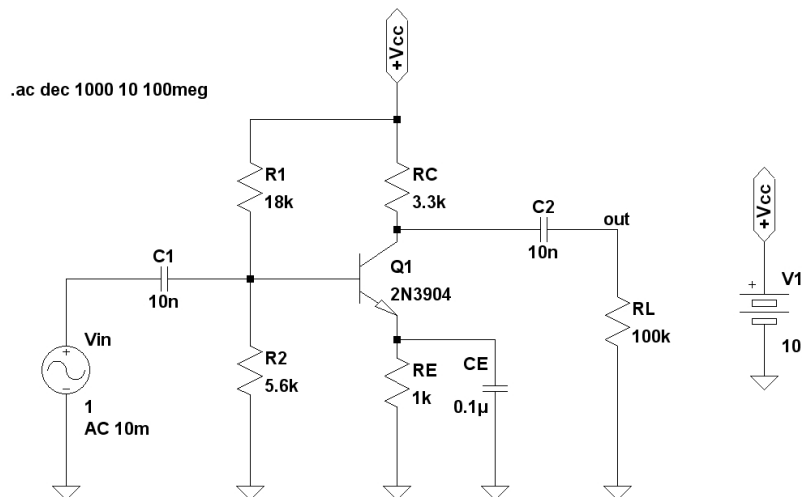

Figura 2: Análisis de pequeña señal de un amplificador
2. Obtener la respuesta en frecuencia en el rango de 100 a 100MHz para el circuito de la Figura 2.